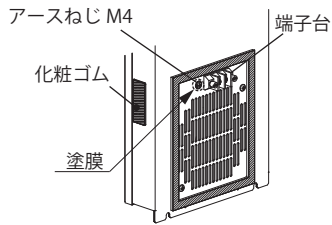

図 7 電源端子台の位置変更②
4. 端子台、アースねじをボデー裏面に、化粧ゴムをボデー側面に取付けてください。(P.6 図7)